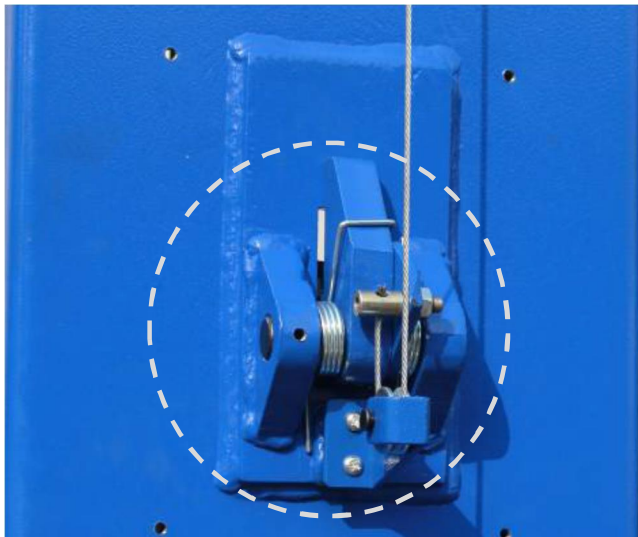

Fig. 11a
- A. Montez le dispositif de verrouillage de sécurité sur chaque colonne comme indiqué à (Fig. 11a & 11b)